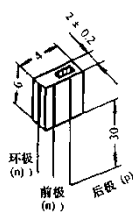
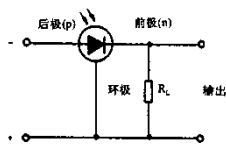
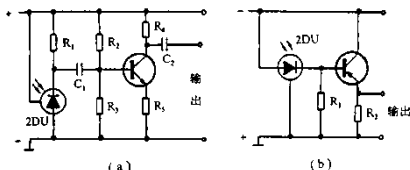
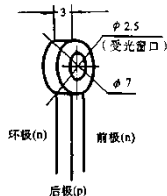

图 3-4 2DUA 型硅光电二极管外形结构尺寸图
图 3-5 2DUA 型硅光电二极管接线图
图 3-6 2DUA 型硅光电二极管参考线路图
图 3-7 2DUB 型硅光电二极管外形结构尺寸图
2DUA 型硅光电二极管为单端引线陶瓷外壳,光敏面为方形,面积为 $1 \times 1.3\text{mm}^2$,主要用于可见光和近红外光探测器及光电转换的自动控制仪器、触发器、光电耦合、编码器、特性识别、过程控制、激光接收等。其使用环境条件见表 3-9,主要技术参数见表 3-10,外形结构尺寸见图 3-4,接线图见图 3-5,参考线陪见图 3-6。
1) 使用时环极要直接接电源的正极(见图 3-5),为了使前极电位低于环极,故在前极和
2DUB 型硅光电二极管为单端引线陶瓷外壳，光敏面为圆形，主要用于可见光和近红外光探测器及光电转换的自动控制仪器、触发器、光电耦合、编码器、特性识别、过程控制、激光接收等。其使用环境条件见表 3-11，外形结构尺寸见图 3-7，参考线路图同 2DUA 型（见图 3-6），主要技术参数见表 3-12。使用方法同 2DUA 型。